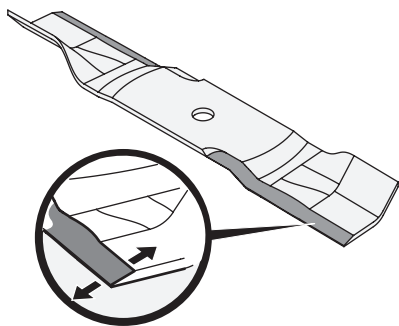

Figura 65
3. Para afilar las cuchillas de corte de forma adecuada, extraiga cantidades iguales de metal de ambos extremos de las cuchillas a lo largo de los bordes cortantes, de forma paralela al borde de caída, a un ángulo de 25° a 30°. Afile siempre cada borde de las cuchillas de corte de forma pareja para mantener un centrado adecuado entre las mismas (Figura 65).